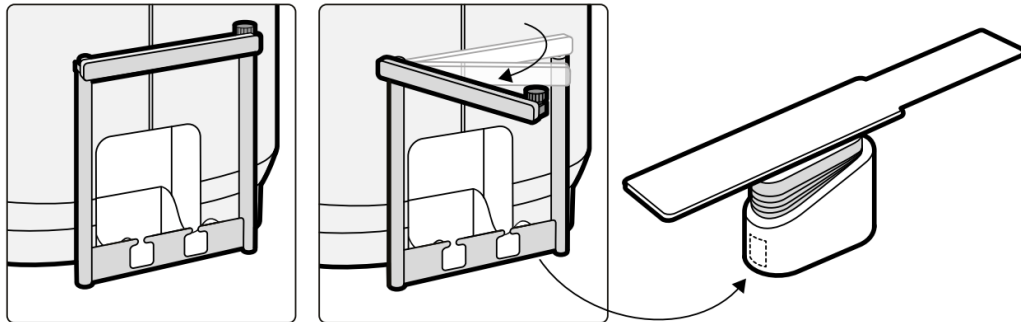

Figura 3: Riel opcional en la base de la mesa.
* Para identificar si el AD7XT o el AD7XNT tienen un riel opcional para la base de la mesa, compruebe la base de la mesa como se muestra en la Figura 3.